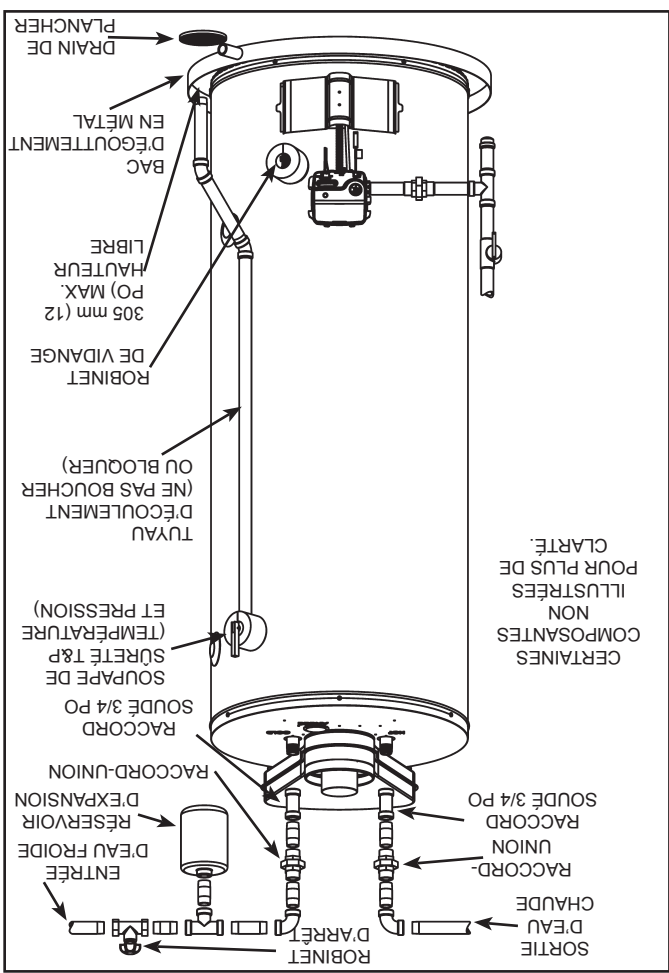

Figure 9
1. Refermez le robinet de vidange du chauffe-eau en faisant pivoter sa poignée vers la droite (sens horaire). Le robinet de vidange se trouve sur la partie inférieure avant du chauffe-eau (voir Figure 9).
Figure 9 illustre une méthode de raccordement habituelle d'un chauffe-eau à un réseau de distribution d'eau. Le chauffe-eau est muni de raccords de 3/4 po NPT.
Les tuyaux, les raccords et la robinetterie devraient être installés conformément au schéma d'installation (voir Figure 9). Si l'emplacement intérieur choisi risque d'être exposé au gel, les conduites d'eau doivent être isolées. **Important:** ne chauffez jamais les raccords d'entrée ou de sortie d'eau du chauffe-eau: ils contiennent des clapets anticonvection non métalliques et la chaleur les fera fondre. Si vous utilisez des tuyaux en cuivre soudés, soudez d'abord sur les tuyaux un adaptateur fileté, lequel vous visserez ensuite aux orifices d'entrée et de sortie d'eau du chauffe-eau.
1. Les tuyaux, les raccords et la robinetterie doivent être installés comme illustré (Figure 9). Raccordez le tuyau d'alimentation en eau froide (3/4 po NPT) au raccord d'entrée d'eau froide du chauffe-eau. Raccordez le tuyau d'alimentation en eau chaude (3/4 po NPT) au raccord de sortie d'eau chaude du chauffe-eau.